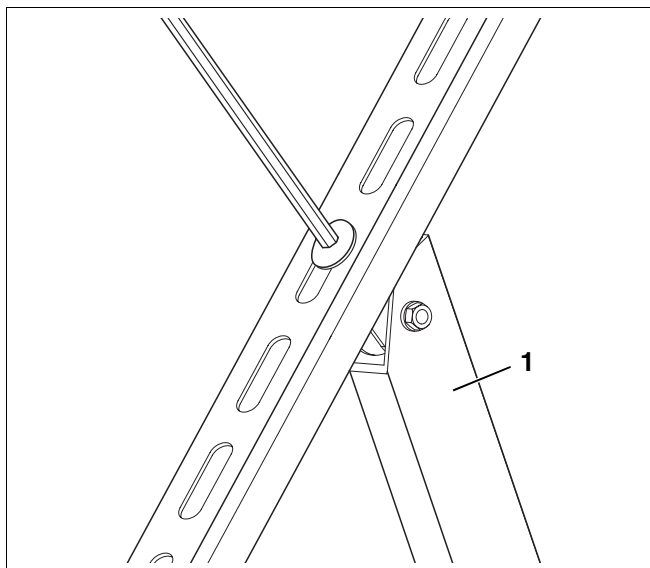
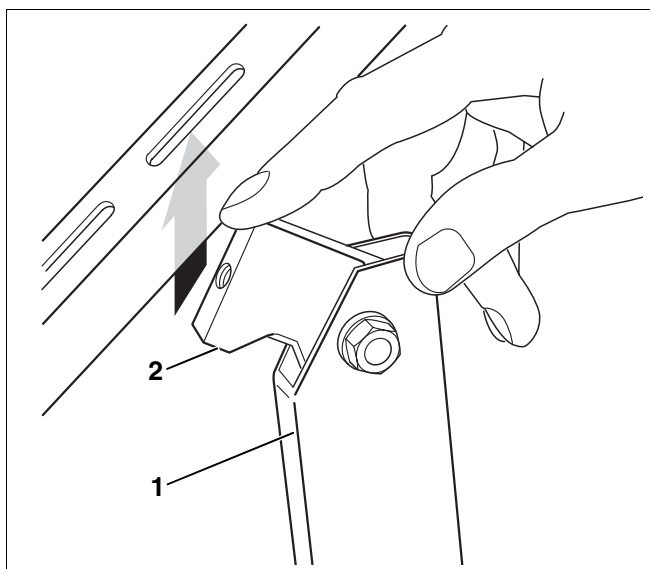

Fig. 12 Desatornillar el soporte del apoyo del colector
Fig. 13 Colocar el apoyo en la nueva posición del orificio ovalado
- ▶ Desmonte el soporte (fig. 12, **pos. 1**) del apoyo del colector con el cabezal (fig. 13, **pos. 2**) mediante los tornillos de cabeza semiesférica.
- ▶ Coloque el apoyo (fig. 13, **pos. 1**) en la nueva posición del orificio ovalado que se ha determinado.